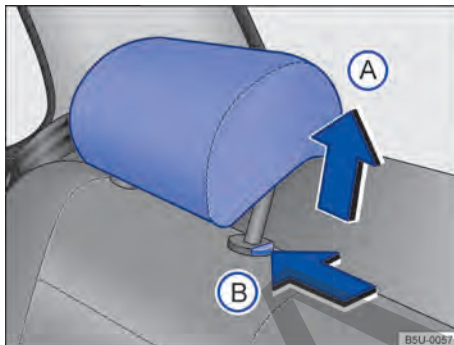

Fig. 57 Apoyacabezas trasero: ajustar.
- Empujar el apoyacabezas hacia arriba en el sentido de la flecha → fig. 57 (A) o con la tecla → fig. 57 (B) presionada, empujar hacia abajo → ⚠ en *Introducción al tema* de la pág. 69.